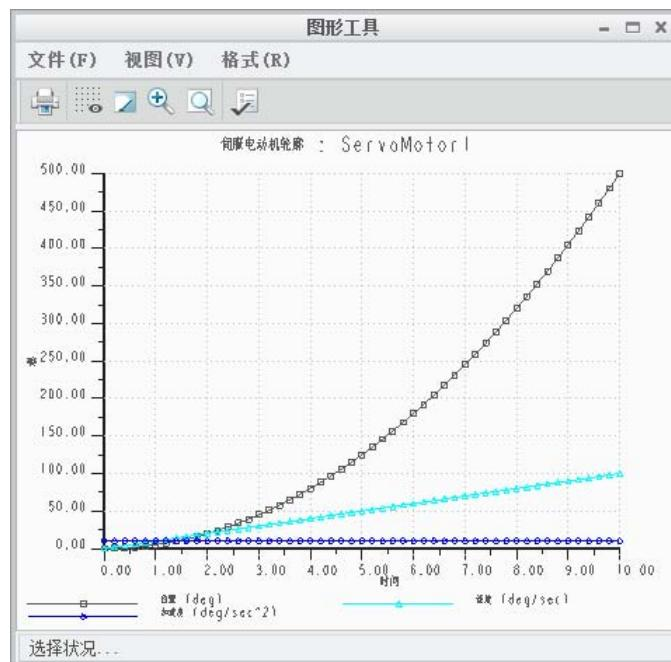

图 4.2.4 “图形工具”对话框
Step2. 选中**轮廓**选项右下方的位置、速度和加速度复选框，然后单击图形按钮 \square ，系统弹出图 4.2.4 所示的“图形工具”对话框。该对话框中同时显示伺服电动机的位置、速度和加速度函数图形。